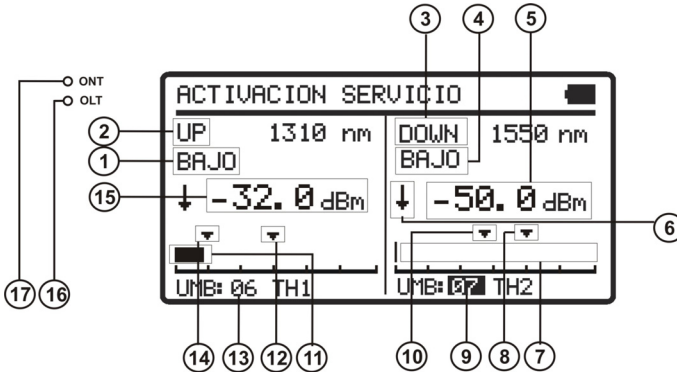

Figura 9.- Pantalla **ACTIVACIÓN SERVICIO**.
- 3.- Pulse **SEL**  [4] o **CONFIG**  [2] para entrar en la pantalla (ver figura 9).